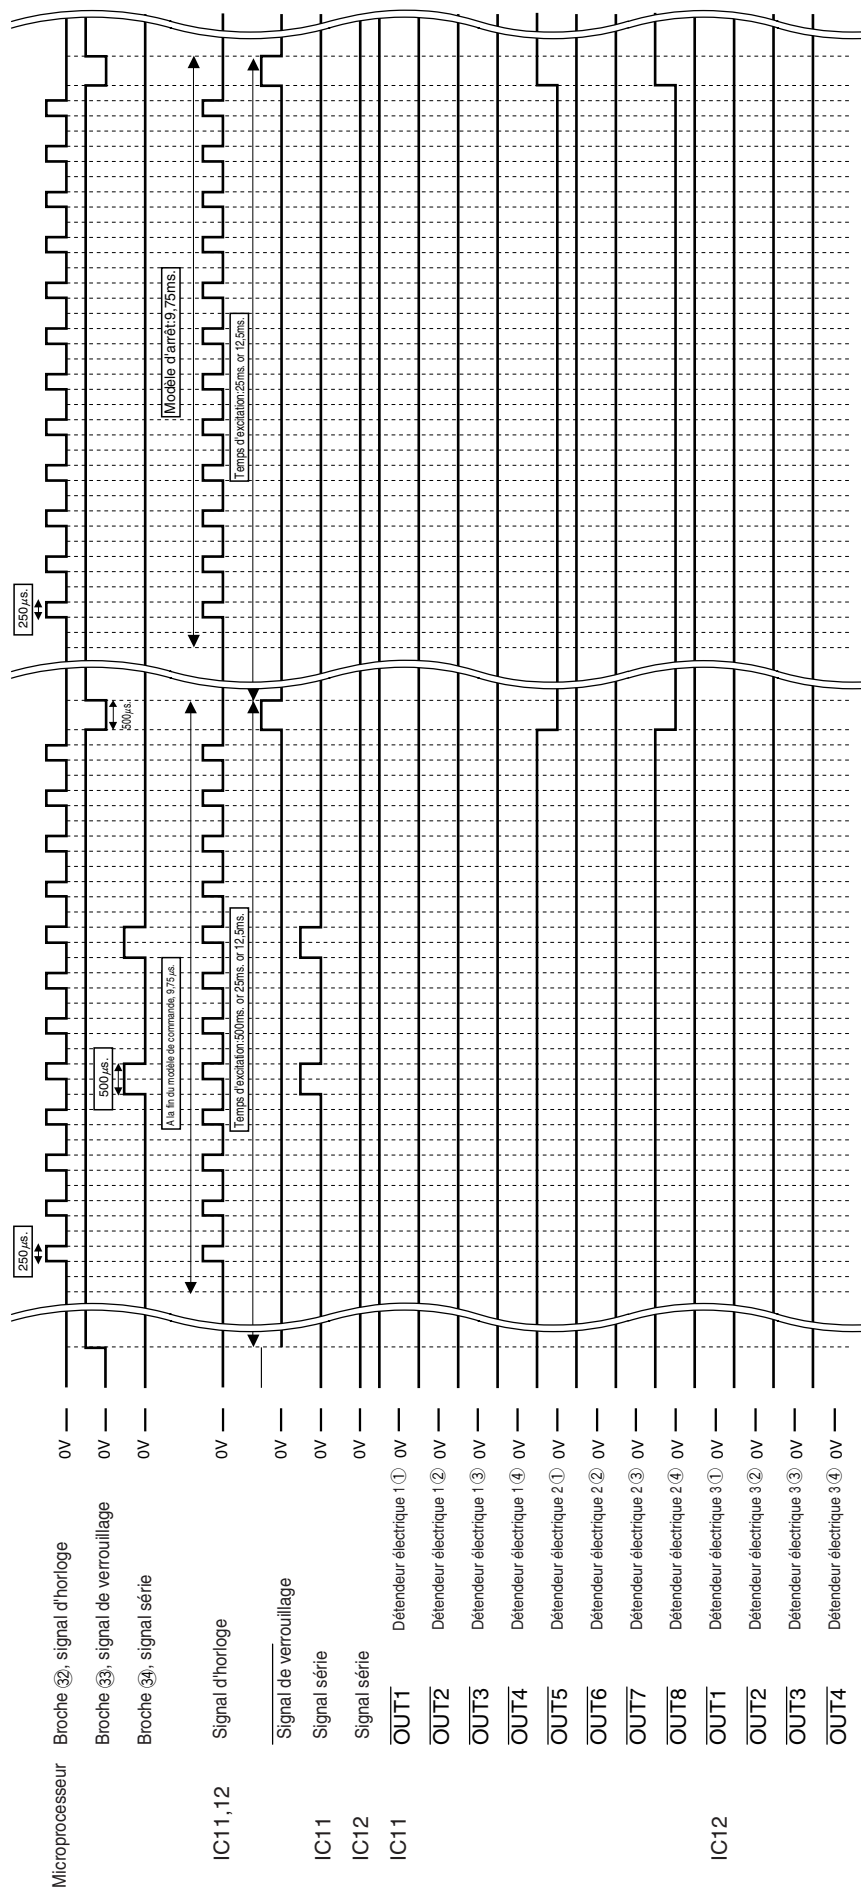

Fig. 5-3 Tableau de temps
- A typical circuit operation when the expansion valve is driven is described by using the time chart in Fig. 5-3.
① The product produces a clock signal (12 periods worth at $750 \mu\text{s}$. per period) through pin ③② of the microcomputer. (One period of clock signal consists of being off for $500 \mu\text{s}$. and on for $250 \mu\text{s}$.)
② Serial signal #1 of drive pattern is produced through pin ③④ of the microcomputer synchronously with the clock signal.
- Une opération de circuit typique quand le détendeur est mené est décrite en utilisant le tableau de temps de la Fig. 5-3.
① L'appareil produit un signal d'horloge (12 périodes de $750 \mu s$ / période) par le biais de la broche ③② du microprocesseur. (Une période de signal d'horloge $500 \mu s$ d'activité et $250 \mu s$ d'inactivité).
② Le signal série #1 du modèle de commande est produit par la broche ③④ du microprocesseur, synchroniquement avec le signal d'horloge.